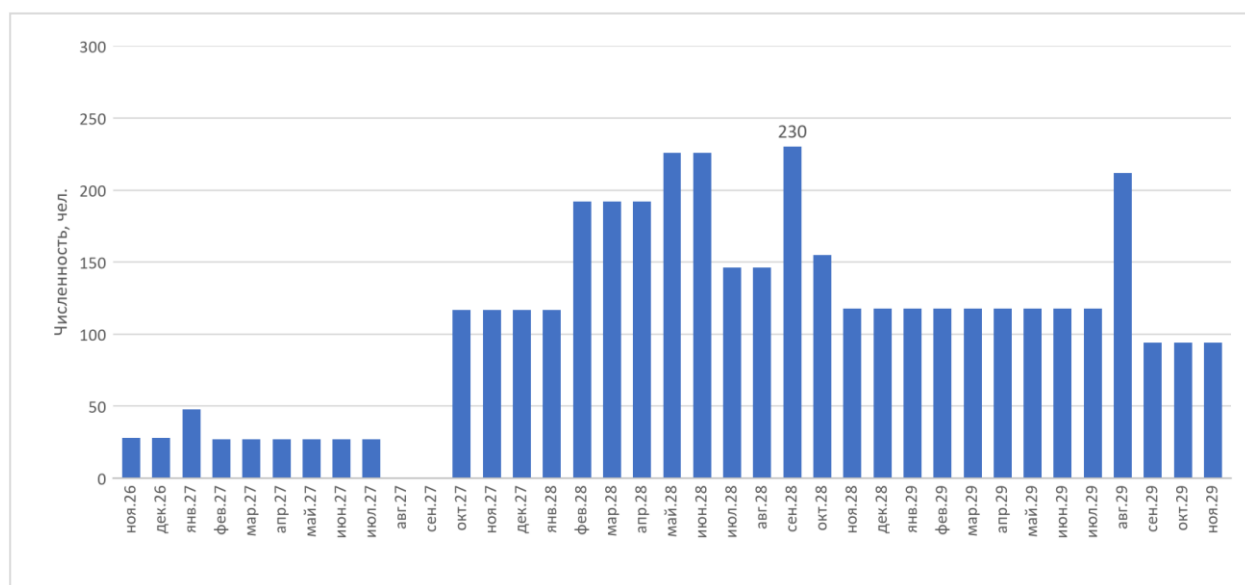

Рисунок 38 - Загрузка персонала по месяцам постройки
Пик (рисунок 38) - 230 основных производственных рабочих в 09.2028. Со вспомогательными (58) и ИТР производства (35) - до 323 человек, средняя численность на постройке 108. Затраты на персонал - 6.5.